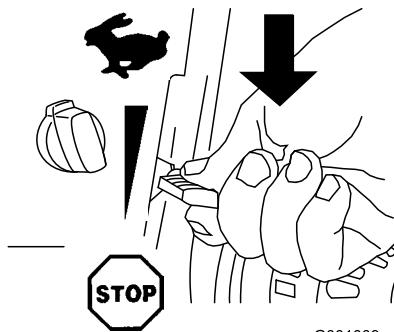

Bild 26
- Schieben Sie den Gasbedienungshebel auf die Stopp-Stellung (Bild 26).